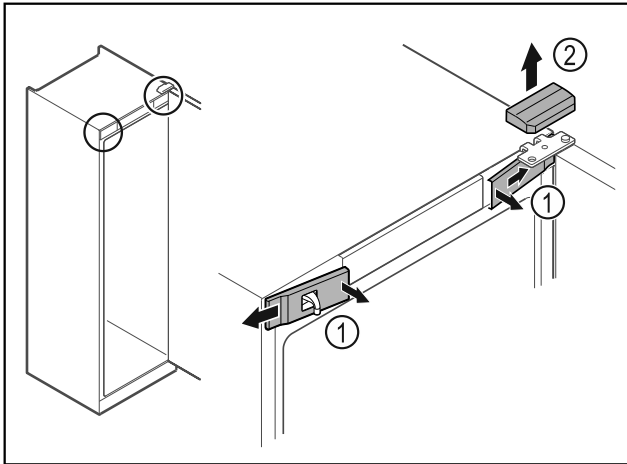

Fig. 2
- Décrocher les caches avant Fig. 2 (1) du côté intérieur et les retirer vers l'extérieur.
- Retirer le cache supérieur Fig. 2 (2) vers le haut.